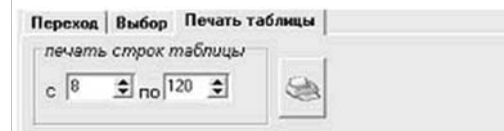

Рис.23
**Печать таблицы** (рис.23) производит печать строк таблицы по выбранному диапазону. В данном примере будут напечатаны строки таблицы с 8-ой по 120-ю.